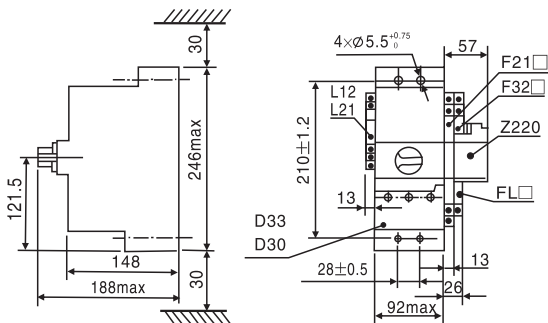

图6
6.2 D框架3极KB0-45A、63A、100A、125A的外形及安装尺寸见 图6。